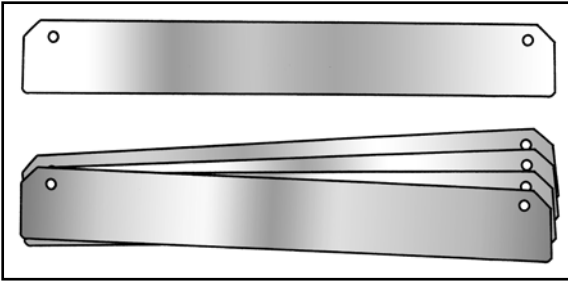

Fig. 2
- 3** Positionner le plateau d'encastrement dans le logement d'installation en utilisant, si nécessaire, les épaisseurs en tôle pour tamponner l'espace entre les côtés du logement et le plateau lui-même (**Fig. 2**).